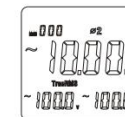

Figura 7-3
- Așa cum se arată în Figura 7-3, apăsați tasta SELECT pentru a selecta locația celei de-a doua faze. De asemenea, poate afișa puterea activă, tensiunea și curentul locației fazei 2. ϕ